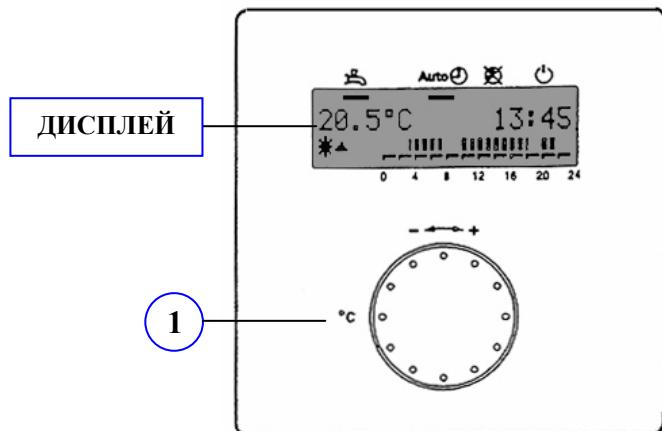

Рисунок 1
- нажата кнопка 3 (рисунок 1), запускающая режим работы на обогрев вручную. На дисплее отображается черная черта под символом "";
- нажата кнопка "состояние" ("presenza") (см. 7 рисунок 1), запуская номинальный режим работы: на дисплее изображен символ ".
- b) кнопка присутствия (см. 7 рисунок 1) нажата, что запускает сокращенный режим . На дисплее отображается символ "